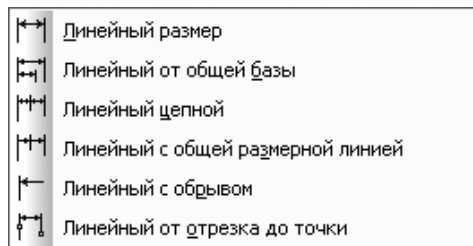

Рис. 4.46. Всплывающее меню простановки линейных размеров
- щелкните в всплывающем меню по пункту, например, **Линейные**. Появится второе всплывающее меню, показанное на рис. 4.46.